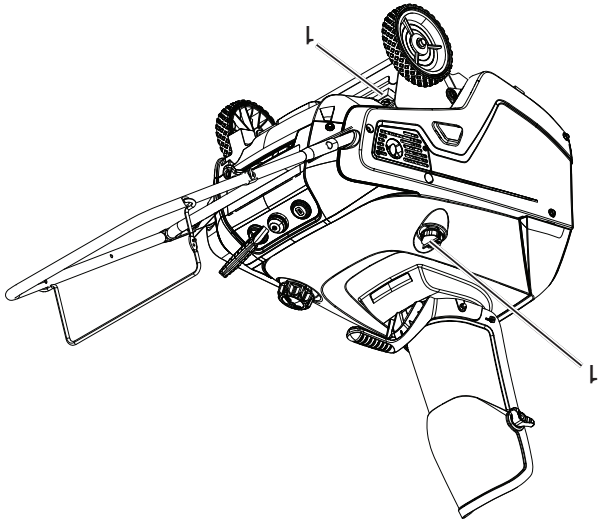

Figure 24
8. Dévisser le bouchon de remplissage d'huile/la jauge et déposer le tout (Figure 24).